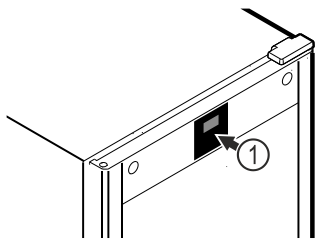

Fig. 51 Beispielhafte Darstellung
Das Thermometer ist werkseitig bereits kalibriert (Offset von +6 Kelvin). Wenn die Innenraumtemperatur von der Temperaturanzeige Fig. 51 (1) abweicht, können Sie das Thermometer kalibrieren.